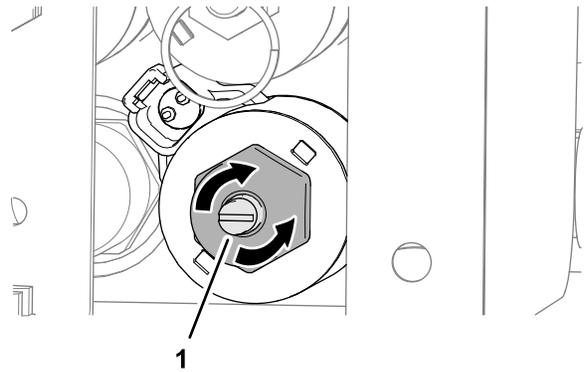

Figura 37
1. Gire el tornillo de cabeza hexagonal de la anulación de la válvula en sentido horario para aumentar la velocidad del suelo (Figura 37).